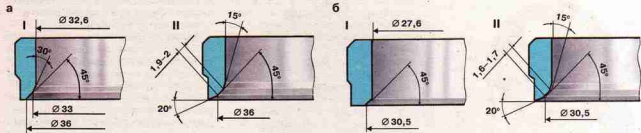

Рис. 2.56. Седла клапанов: I — новое седло; II — седло после ремонта; а — седло впускного клапана; б — седло выпускного клапана
**Седла клапанов.** Форма фасок седел клапанов показана на рис. 2.56. На рабочих фасках седел (зона контакта с клапанами) не должно быть точечных раковин, коррозии и повреждений. Небольшие повреждения можно устранить шлифованием седел. При этом снимайте как можно меньше металла. Шлифовать можно как вручную, так и с помощью шлифовальной машинки.